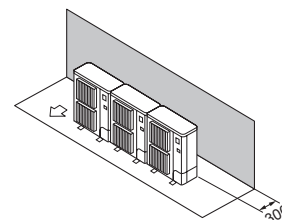

Fig. 2-13
- ① Obstáculos apenas na parte de trás (Fig. 2-13)